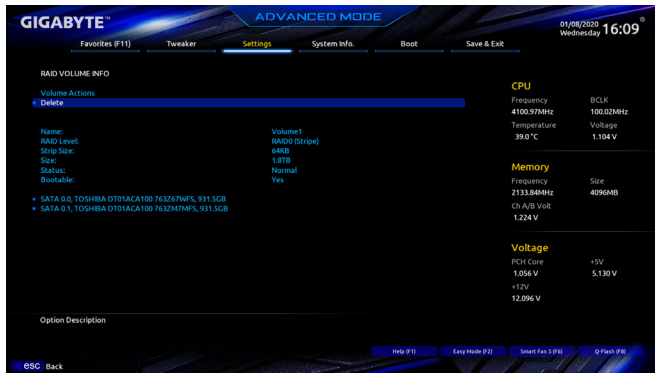

图11
完成后画面将回到「Intel(R) Rapid Storage Technology」画面,即可在「RAID Volumes」处看到建立好的磁盘阵列。若要检视更详细的资料,可在该磁盘阵列上按<Enter>键,即可看到例如磁盘阵列模式、区块大小、磁盘阵列名称及磁盘阵列容量等信息(图11)。